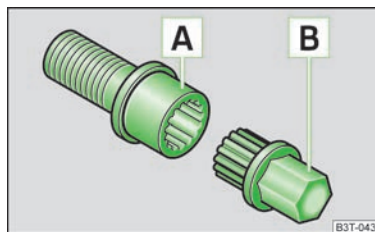

Fig. 179
- Insérez à fond l'adaptateur  sur son côté denté jusqu'en butée dans la denture intérieure du boulon antivol  de telle façon qu'il dépasse encore du six-pan extérieur » fig. 179.